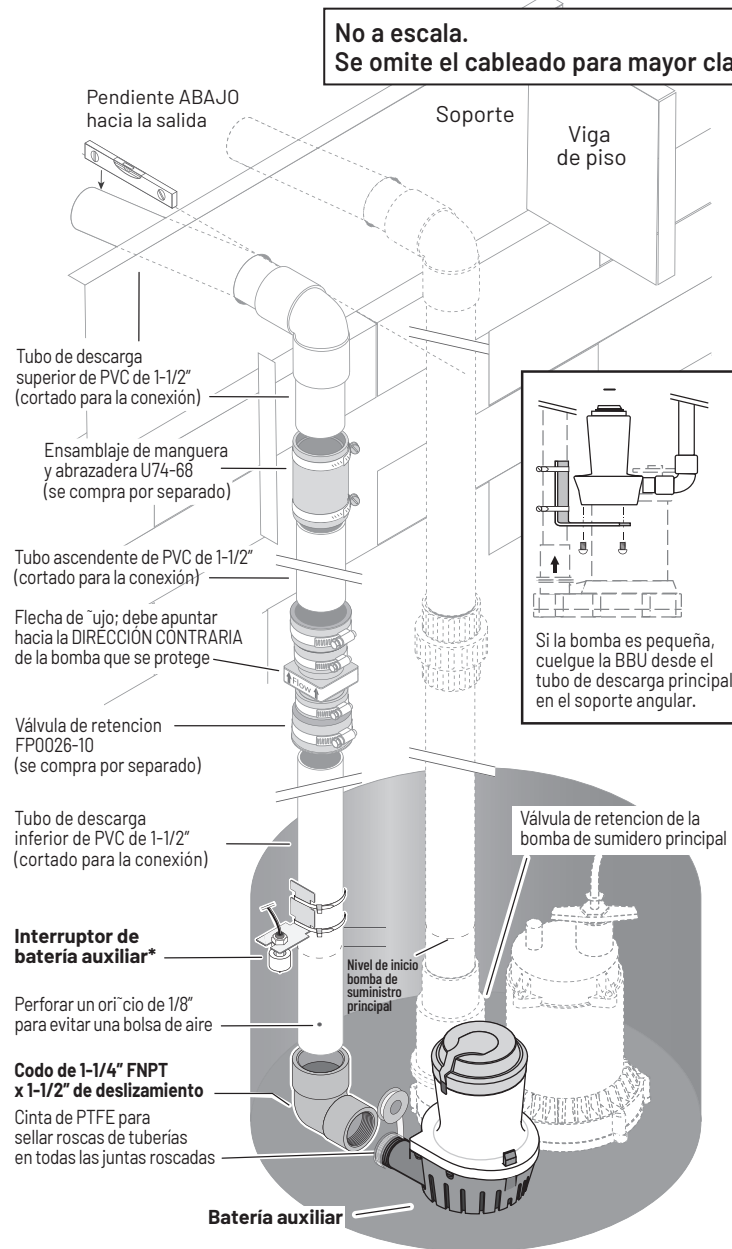

FIGURA 2: DESCARGA SEPARADA - INSTALACIÓN TÍPICA
- ◆ Consulte las páginas de la 5 a la 8 para decidir el método de instalación que le conviene. Se recomienda la instalación de "Descarga separada" (Figura 2).
Coloque la bomba auxiliar en el soporte angular (Figura 2).
El método de instalación fácil recomienda instalar las dos bombas en el piso del pozo del sumidero. Ver Figura 2. El diámetro mínimo requerido de la fosa séptica en la parte inferior del pozo y la profundidad recomendada de la fosa séptica es de 18".